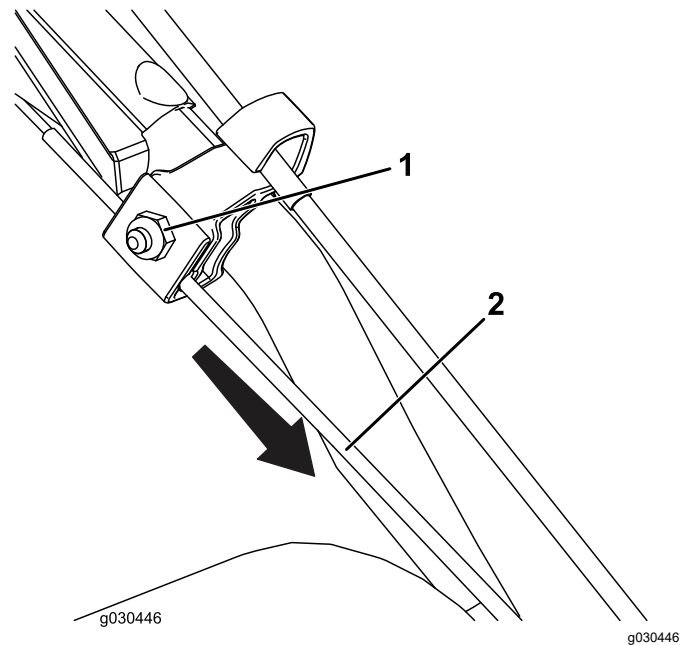

Figura 25
1. Slăbii piulia de pe clema de cablu superioară, însă nu o înlăturai (Figura 25).
2. Trageți cablul în jos pentru a tensiona cablul (Figura 25).
3. Strângeți piulia (Figura 25).